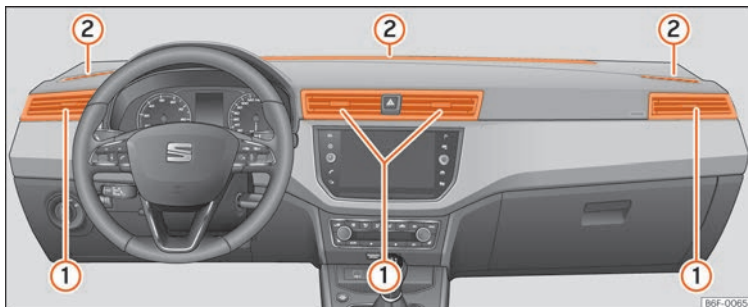

Abb. 168 Luftaustrittsdüsen.
Damit eine ausreichende Heizleistung, Kühlung und Luftzufuhr im Fahrzeuginnenraum erreicht wird, sollten die Luftaustrittsdüsen »» Abb. 168 ① geöffnet bleiben.